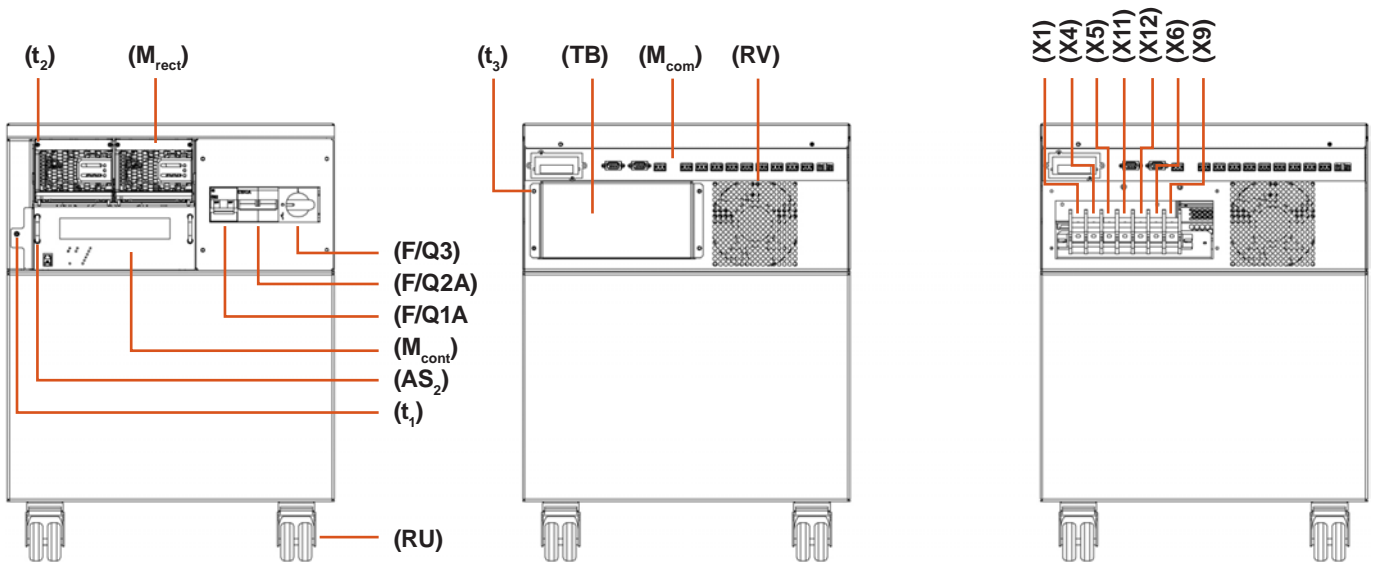

Fig. 4. Vue boîte à roues.
- Système en boîte avec capacité pour des batteries. À partir de la version bureau, il faut unir à sa base une boîte à roues roulées qui inclut l'espace pour un groupe de batteries déterminée (Voir Fig. 4).